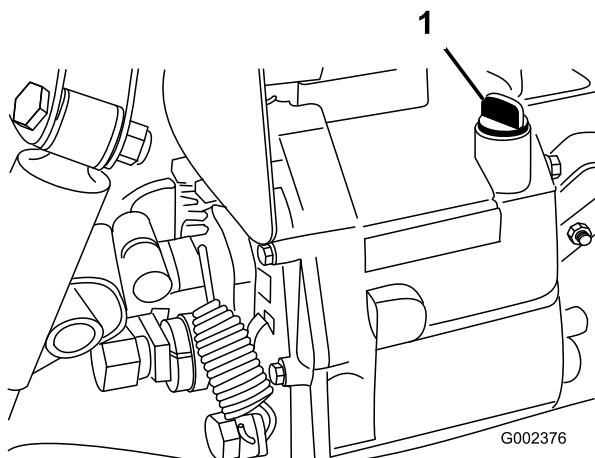

Рисунок 20
- Очистите область вокруг отверстия для измерительного щупа (Рисунок 20).